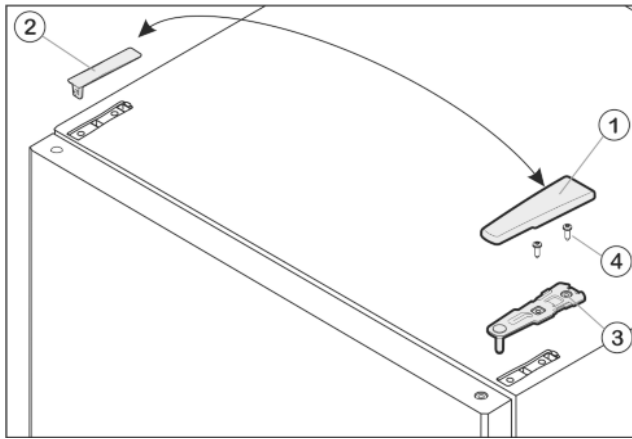

Fig. 8
- ▶ Pokrov Fig. 8 (1) snemite s potegom naprej in navzgor.
- ▶ Dvignite pokrov Fig. 8 (2).
- ▶ Odvijte zgornji ležajni podstavek Fig. 8 (3) (2 krat Torx® 25) Fig. 8 (4) in ga s potegom navzgor snemite.
- ▶ Zgornji ležajni podstavek Fig. 8 (3) vstavite na vrata na novi strani s tečaji.
- ▶ Zgornji ležajni podstavek **trdno (s 4 Nm)** privijte (2 krat Torx® 25) Fig. 8 (4). Z iglo pripravite izvrtine za vijake ali uporabite akumulatorski izvijač.
- ▶ Pokrov Fig. 8 (1) in pokrov Fig. 8 (2) od zunaj pripnite na drugo stran.